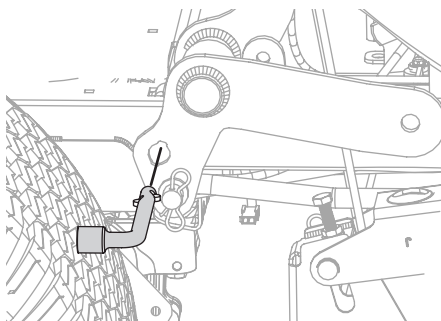

Figura 38
- a. Utilice el pedal de elevación de la plataforma y la perilla de elevación de la plataforma para colocar la plataforma en su posición más baja y utilice la herramienta para usos múltiples para trabar los componentes de elevación de la plataforma en su lugar (Figura 38).